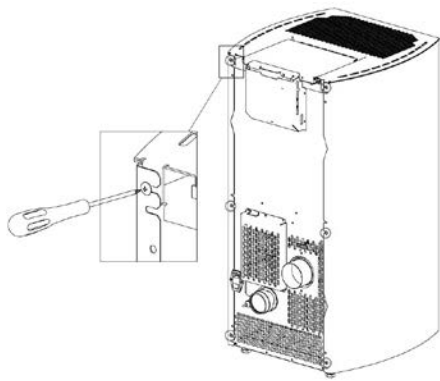

Fig. 55 - Schrauben lösen
- Die 6 hinteren Schrauben heraus-schrauben (siehe **Fig. 55**).